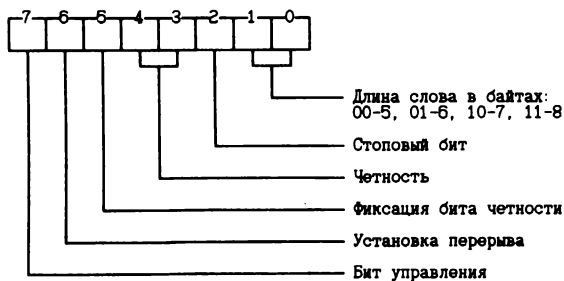

Рис. 7.6. Назначение битов регистра управления
*Регистр управления* предназначен для установки параметров обмена по последовательному интерфейсу и организации доступа к некоторым регистрам порта последовательного ввода-вывода (рис. 7.6). Доступ к этому регистру осуществляется через порт ввода-вывода с адресом, имеющим смещение 3 (3FBh) относительно базового.
Биты 0 и 1 определяют длину слова (рис. 7.6). Бит 2 устанавливает длину стопового бита. Если бит 2 равен лог. 0, то длина стопового бита 1, а если он равен 1, то при длине слова, равной 5 битам, длина стопового бита равна 1,5, а остальных случаях — 2 бита. Бит 3 устанавливает контроль по паритету: 1 — устанавливает контроль паритета, 0 — отменяет. Бит 4 определяет тип паритета: 0 — контроль по нечетности, 1 — по четности. Бит 5 устанавливает вид бита четности. Этот бит BIOS не использует. Бит 6 управляет выводом строки нулей. Бит 7 предназначен для организации доступа к регистрам адаптера последовательного интерфейса.